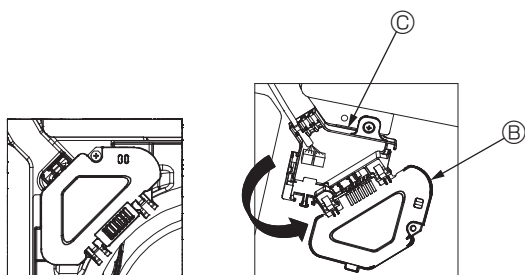

Fig. 7-5
- ③ Demontați șurubul de fixare a capacului cutiei de distribuție, apoi deschideți capacul. (Fig. 7-5)
- ④ Amplasați conectorul cablului de racordare în cutia de distribuție.
- ⑤ Instalați protecția cablului și capacul cutiei de distribuție.